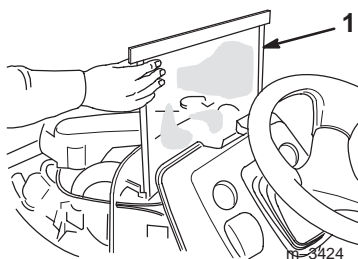

**Figure 8**
2. Contrôlez la propreté des grilles d'entrée d'air (Fig. 8).